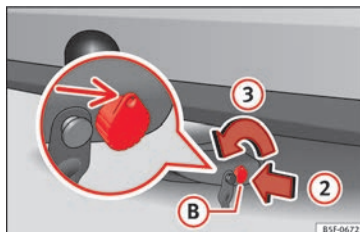

Abb. 228 Schloss entriegeln
- Stecken Sie den Schlüssel **B** in Pfeilrichtung **2** in das Schloss » Abb. 228.